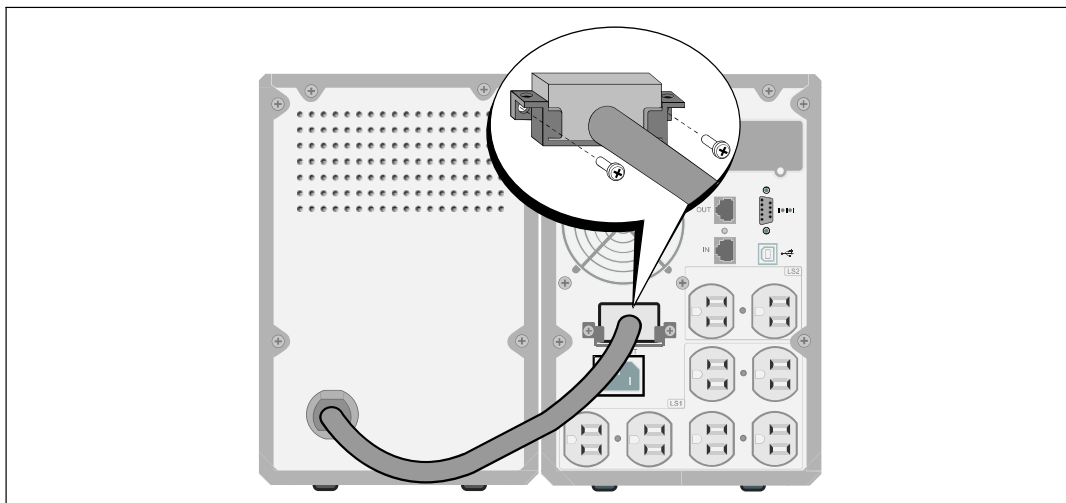

図 15. 外付けバッテリーモジュール取り付け方法（1000W および1920/1500Wタワー式UPS型のみ）
- 3 外付けバッテリーモジュールケーブルをUPSバッテリーコネクタへ差し込みます（図 15を参照）。